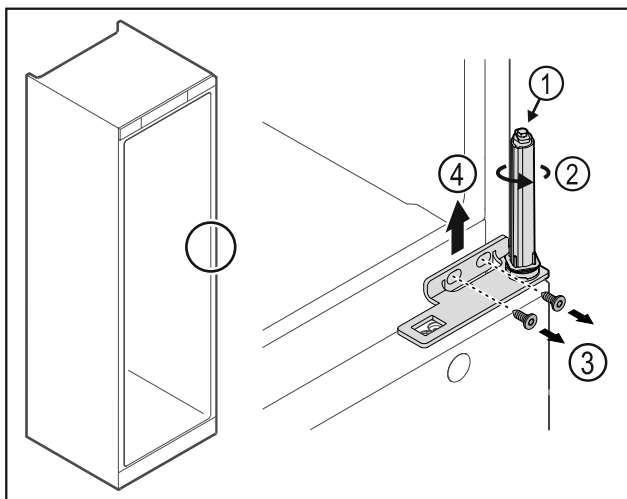

Fig. 32
- ▶ Arge võtke ukسلukustussüsteemi lahti Fig. 32 (1).
- ▶ Keerake sulgemissüsteemi Fig. 32 (2), kuni see klõpsub.
- ▶ Vabastage kruvid Fig. 32 (3), võtke šarniirnergik ülespoole maha Fig. 32 (4).